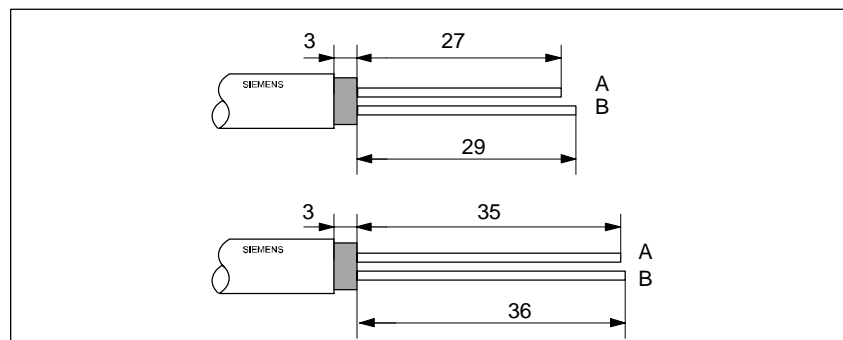

Bild 4-19 Länge der Abisolierungen für Busanschlußstecker (6ES7 972-0BA30-0XA0)
1. Isolieren Sie das Buskabel gemäß Bild 4-19 ab.